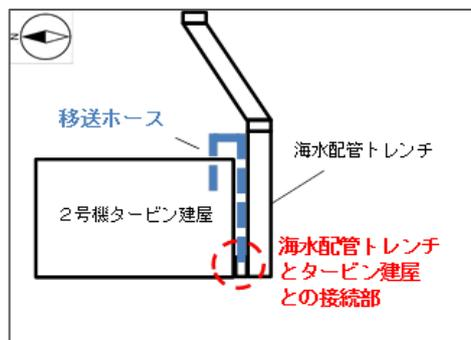

図1 2号機タービン建屋南側概略図
- ・溜まり水の移送ホースは2号機海水配管トレンチ建屋接続部（2号機タービン建屋南西側）から、2号機タービン建屋南東側を經由し、タービン建屋内まで敷設されていることを確認した。（図1、写真1）